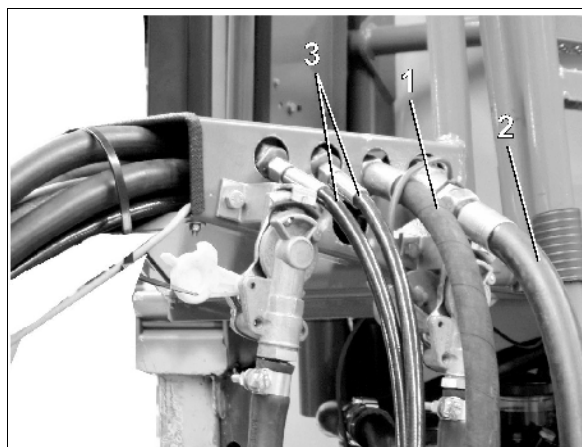

Рис. 21
- Гидравлический шлангопровод (напорная линия P) (Рис. 21/1) подключен к гидравлическому соединению с устройством управления простого действия.
- Гидравлический шлангопровод (обратная линия N) (Рис. 21/2) подключен к гидравлическому соединению с безнапорной обратной магистралью.
- Гидравлические шлангопроводы (Рис. 21/3) для гидравлической опорной стойки подключаются к устройству управления двойного действия.